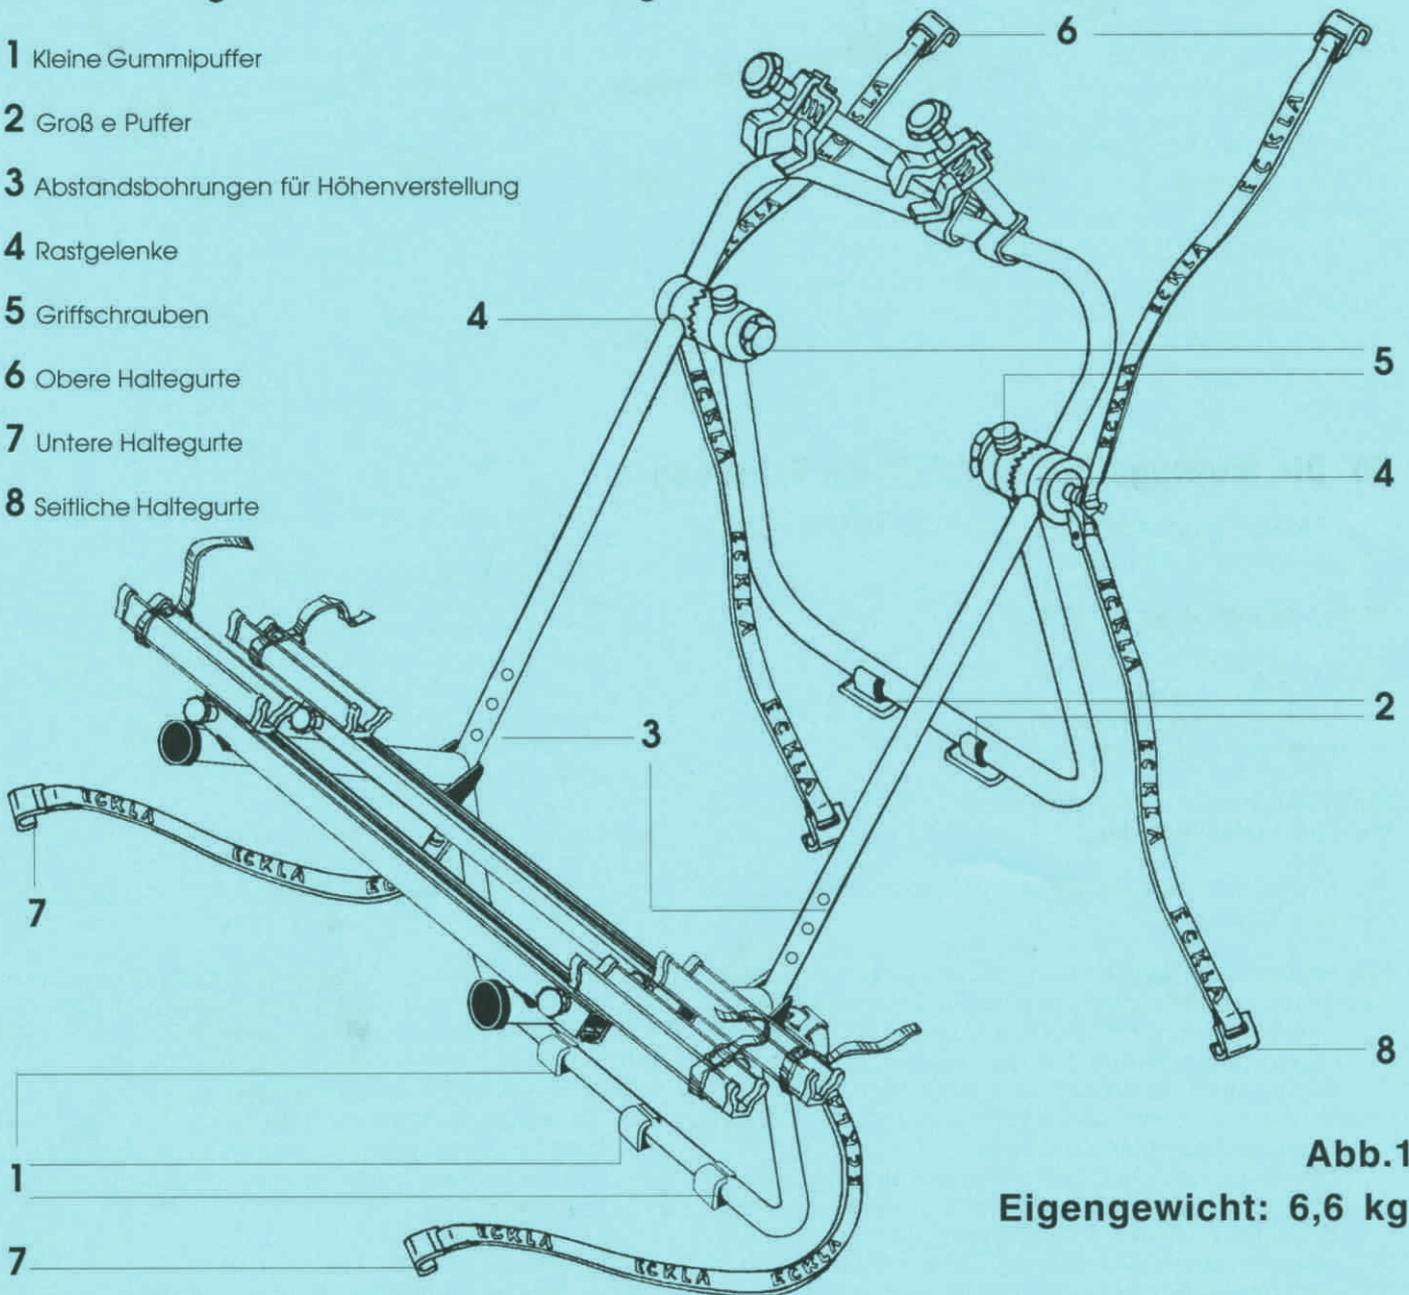

Abb.1
1. Klappen Sie den GRIZZLY, wie auf Abbildung 1 ersichtlich, auseinander.
2. Klipsen Sie die kleinen Gummipuffer (1) auf das untere Querrohr des Hauptrahmens (Stoßstangenaufgabe) und die großen Puffer (2) auf das Querrohr des Satzarmes (Auflage oben am Fahrzeug). Um Lackbeschädigungen zu vermeiden, sind die Auflageflächen am Fahrzeug und am GRIZZLY vor Montagebeginn von Staub und Schmutz zu reinigen.